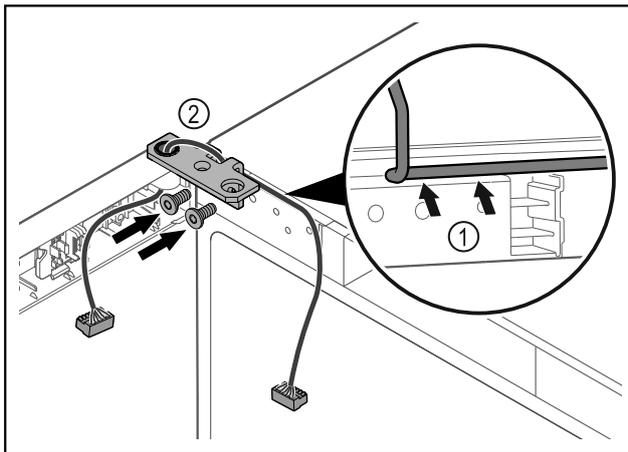

Fig. 48
- Faire passer le câble avec précaution par le trou de l'équerre de charnière Fig. 48 [1].
- Visser l'équerre de charnière Fig. 48 [2].